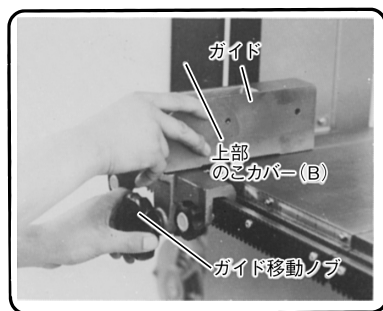

図 30
(1) 角度挽きを行なう場合、ガイドが邪魔になるときは、23ページ図30, 31の方法で取りはずしてください。
(2) 案内装置固定チョウボルトをゆるめ、案内板を角度挽きする角度に調整します。
(3) テーブルに設けられた溝に角度定規を挿入し、溝に沿って角度定規を進めることにより、簡単に角度挽き作業ができます。